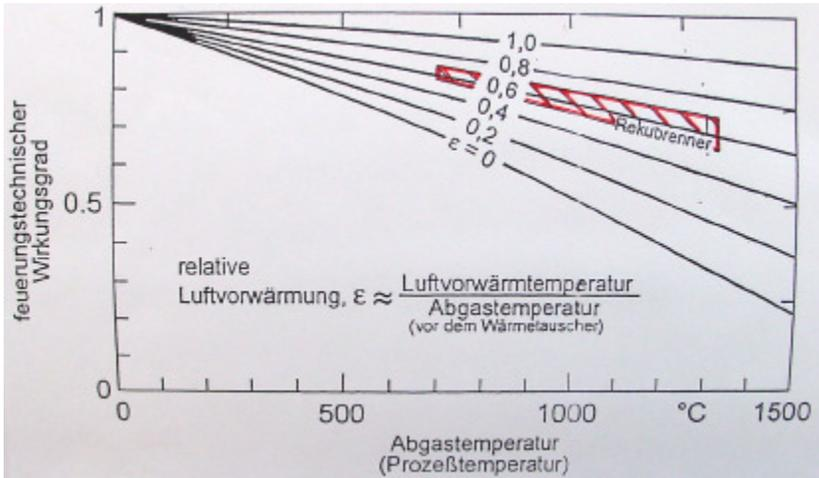

Bild 3: Wirkungsgrad in Abhängigkeit der rel. Luftvorwärmung und der Prozeßtemperatur (3)
1. der Wirkungsgrad der Brenner durch vorgeheizte Frischluft gesteigert wird (**Bild 3**) und